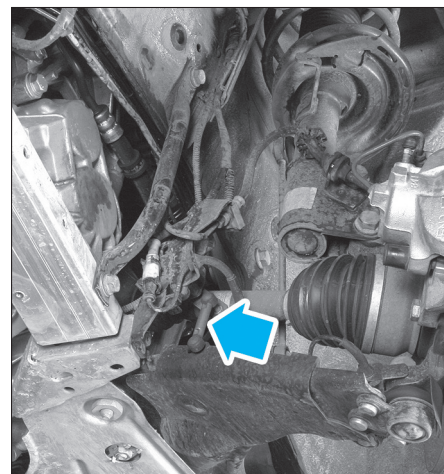

FIG. 3
- avec projecteurs au xénon, la biellette du capteur d'assiette du bras de suspension (côté gauche) (fig. 3).